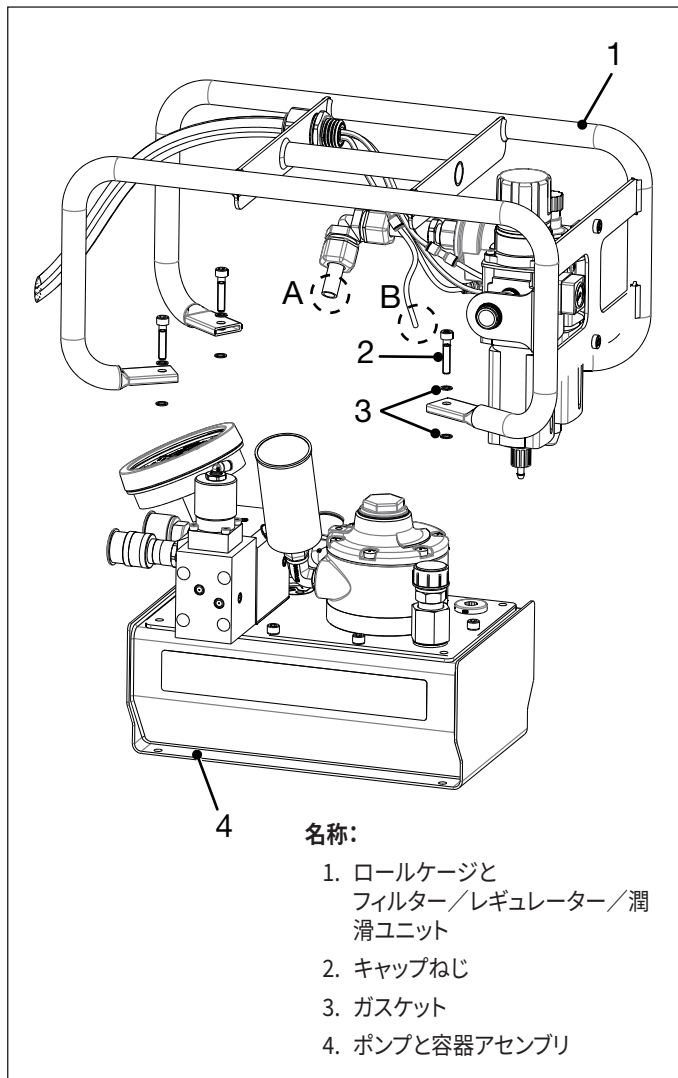

図13: 容器の点検と清掃 (図1/2)
4. 4本のキャップねじとワッシャーを取り外します。ロールケージとエアフィルター／レギュレーター／潤滑ユニットをアセンブリとして全体で油圧容器から慎重に持ち上げます。図13を参照してください。